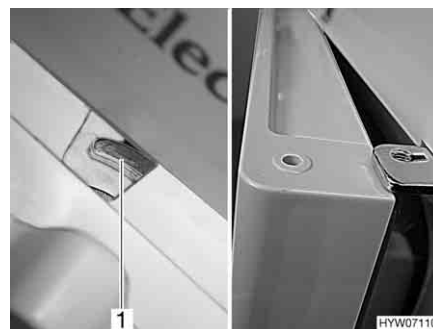

Fig. 224 Porta do frigorífico/porta do compartimento congelador em posição de arejamento (Dometic da série 7 com compartimento congelador separado)
- Desloque o dispositivo de bloqueio totalmente para a direita. A porta do frigorífico/do compartimento congelador fica fixada com a ajuda do dispositivo de fixação da porta (Fig. 224,1). A porta do frigorífico/do compartimento congelador fica, assim, ligeiramente aberta (Fig. 224).